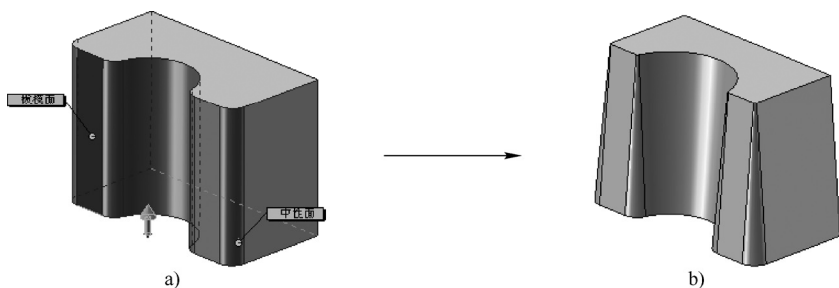

图 4-60 选择“沿相切面”选项拔模
- 沿相切面: 将拔模延伸到所有与所选面相切的面(面相交的地方会成为圆角,如图 4-60 所示)。